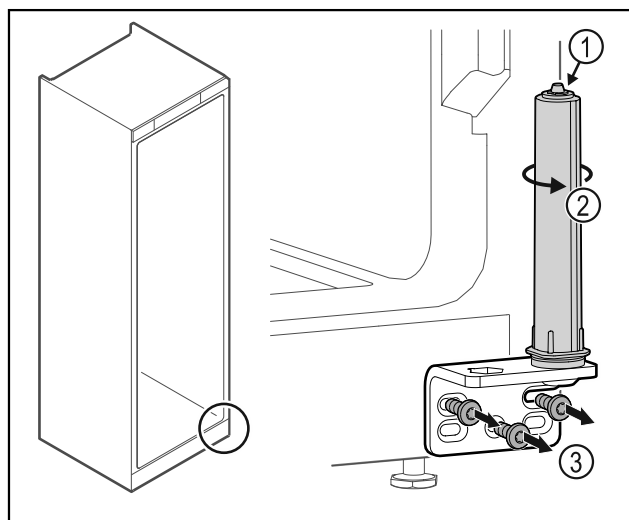

Fig. 37
- Ta inte isär dörlåssystemet Fig. 37 (1).
- Vrid låssystemet Fig. 37 (2) tills det klickar.
- Skruva av gångjärnsfästet Fig. 37 (3).